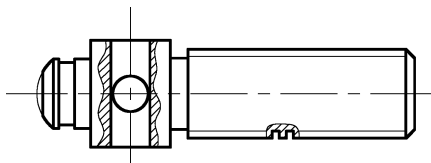

图 11-15 绘制剖面线示例
6) 绘制剖面线。选取“剖面线”为当前图层，选择“绘图”面板→“图案填充”命令，打开“图案填充创建”选项卡，选取“图案”面板中的“ANSI31”选项，在“特性”面板中设置比例为“1.5”，角度为“0”，单击“边界”选项中的“拾取点”按钮，在绘图区界面单击各剖面区域，按〈Enter〉键，返回“图案填充”对话框，单击“确定”按钮，填充结果如图 11-15 所示。